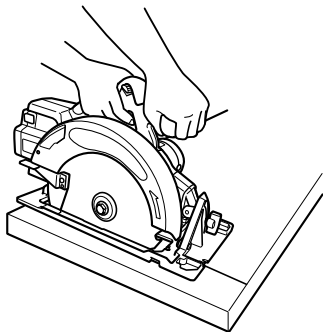
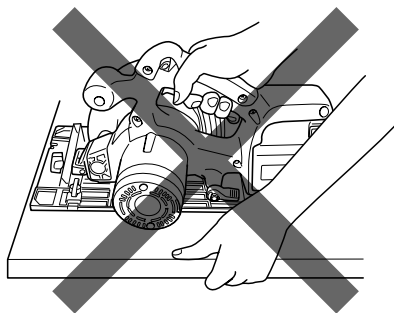

Fig. 5
Fig. 6
- 13. Coloque la parte más ancha de la base de la sierra sobre la parte de la pieza de trabajo que está firmemente soportada, y no sobre la sección que va a caer al finalizar el corte.** Como ejemplos, en la Fig.5 se observa la manera CORRECTA de cortar el extremo de una tabla, y en la Fig.6 la manera INCORRECTA. Si la pieza de trabajo es muy corta o pequeña, fíjela.